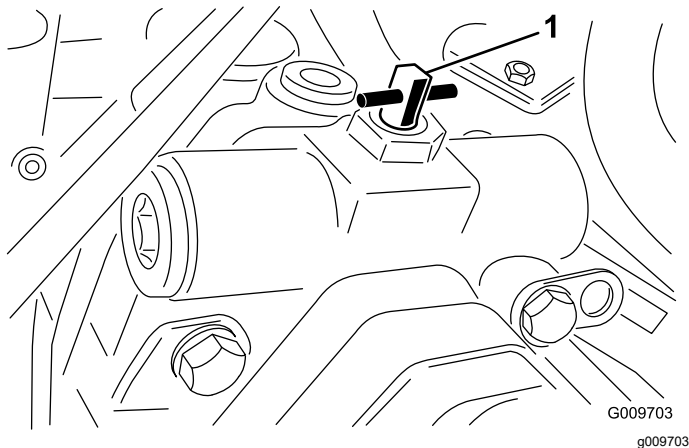

Figura 40
2. Gire la válvula auxiliar 90° (1/4 de vuelta) en cualquier sentido para abrirla y dejar pasar el aceite internamente (Figura 40). Puesto que el aceite se desvía, la máquina puede ser movida lentamente sin dañar la transmisión. Observe la posición de la válvula al abrirla o cerrarla.